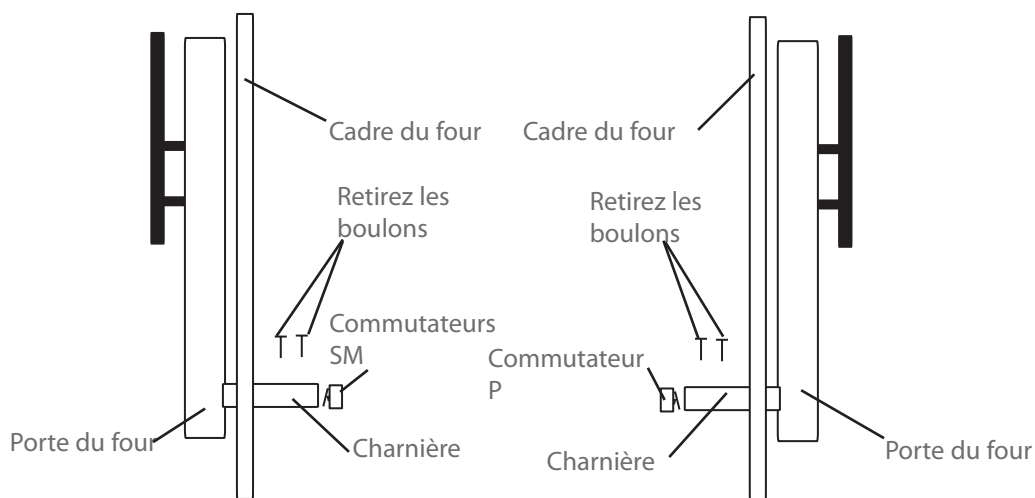

Figure 26A : Porte du four correctement ajustée - vues de côté
2. Retirez les deux boulons 1/4-20 qui fixent la charnière de la porte sur le four (Figure 26A, page 23).